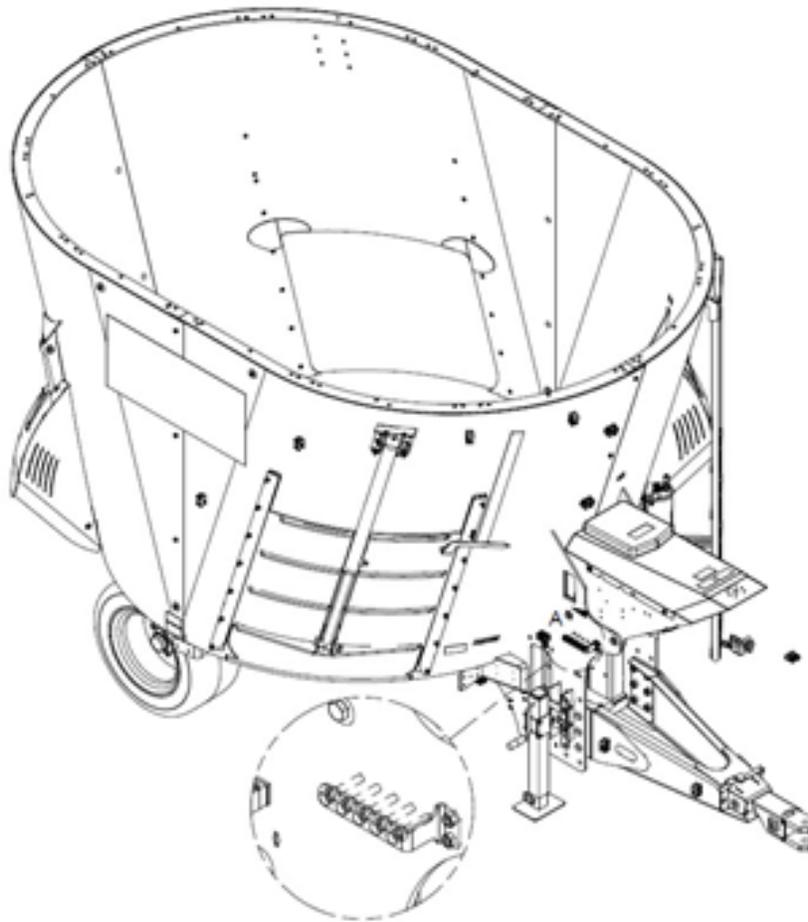

Figure 36 — Emplacement des boulons de sécurité sur les SMARTMIX A280 et A380
3. Installez un nouveau boulon (disponible sur le support des boulons de rechange) (Figure 36) (voir le Tableau 17 — Boulons de cisaillement de la prise de force (PTO) à l'"Annexe A — Tableaux résumés de l'entretien des SMARTMIX" à la page 136) pour connaître le type de boulon de cisaillement à utiliser en fonction de votre modèle de mélangeur).